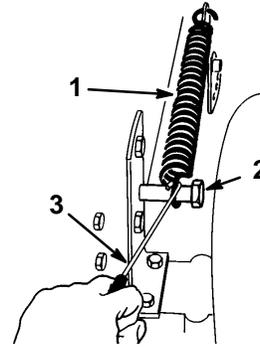

Figure 37
- Détacher du boulon de fixation le ressort compensateur de hauteur de coupe (Fig. 37), à l'aide du crochet fourni avec la machine. Ce ressort se trouve entre le châssis et la roue arrière droite.
13. Mettre le levier de hauteur de coupe (relevage de plateau) en position "D" et accrocher le ressort compensateur au boulon de fixation pour ne pas le perdre (Fig. 37).